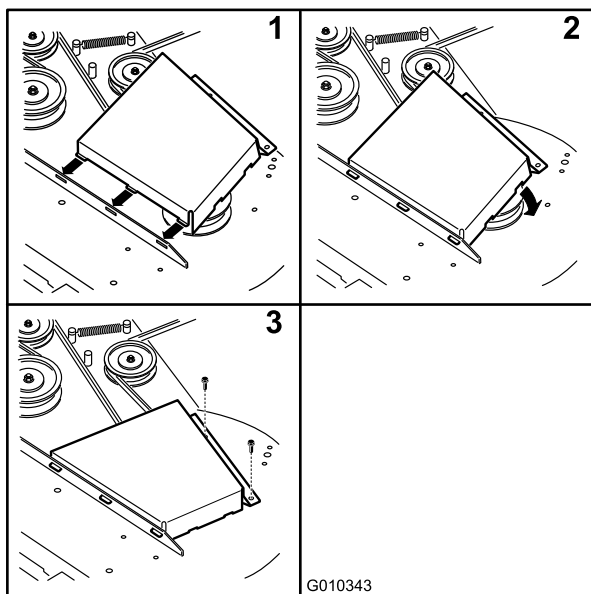

Figura 65
12. Instale las cubiertas de la correa (Figura 65).